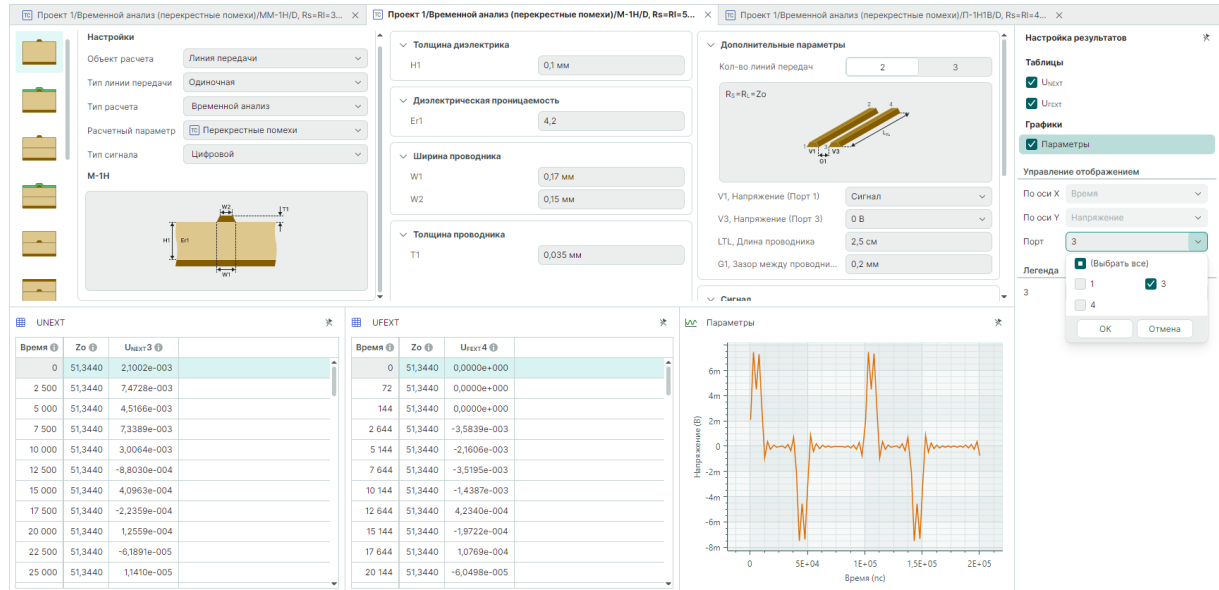

Рис. 112 Параметры одиночных ЛП при расчете «Перекрестные помехи»
5. Для одиночных ЛП рассчитываются (Рис. 112):